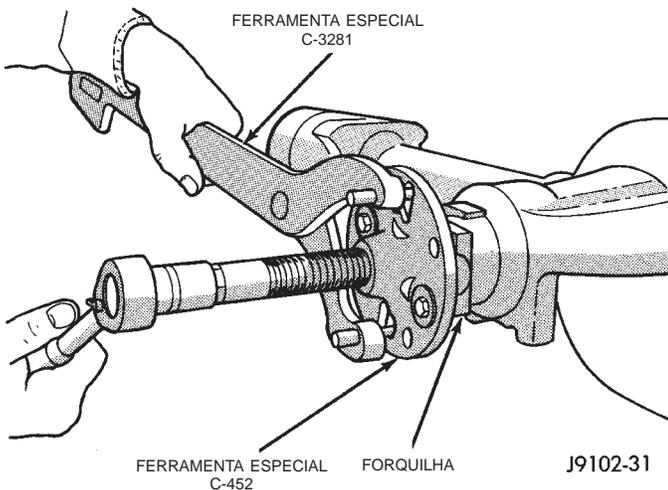

Fig. 10 Remoção da Forquilha do Pinhão
(1) Eleve e apoie o veículo.
(2) Remova a placa deslizante, se equipada.
(3) Marque o eixo propulsor da C/V e os flanges do semi-eixo, para obter referência de alinhamento de instalação.
(4) Remova os parafusos que mantêm os eixos propulsores nos semi-eixos.
(5) Separe os eixos propulsores dos semi-eixos.
(6) Marque a árvore de transmissão e a forquilha do pinhão para usar como referência na instalação.
(7) Remova a árvore de transmissão da forquilha.
(8) Gire a engrenagem do pinhão três ou quatro vezes.
(9) Meça a quantidade de torque necessária para girar a engrenagem do pinhão com um torquímetro tipo mostrador (pol.-lbs.). Registre a leitura do torque, para usar como referência na instalação.
(10) Utilizando um tubo pequeno e o Suporte 6958 para manter a forquilha do pinhão, remova a porca do pinhão e a arruela.
(11) Utilize o Removedor C-452 e a Chave C-3281 para remover a forquilha do pinhão e o protetor da vedação do pinhão (Fig. 10).
(12) Utilizando uma ferramenta adequada como alavanca ou um parafuso montado com martelo corrediço, remova a vedação do pinhão.
(13) Remova o rolamento do pinhão dianteiro utilizando um par de picaretas adequado, para puxar o rolamento em linha reta do eixo da engrenagem do pinhão. Poderá ser necessário bater levemente na
- (2) Remova a placa deslizante, se equipada.
- (3) Marque o eixo propulsor da C/V e os flanges do semi-eixo, para obter referência de alinhamento de instalação.
- (4) Remova os parafusos que mantêm os eixos propulsores nos semi-eixos.
- (5) Separe os eixos propulsores dos semi-eixos.
- (6) Marque a árvore de transmissão e a forquilha do pinhão para usar como referência na instalação.
- (7) Remova a árvore de transmissão da forquilha.
- (8) Gire a engrenagem do pinhão três ou quatro vezes.
- (9) Meça a quantidade de torque necessária para girar a engrenagem do pinhão com um torquímetro tipo mostrador (pol.-lbs.). Registre a leitura do torque, para usar como referência na instalação.
- (10) Remova a montagem do diferencial da carcaça do eixo.
- (11) Utilizando o Suporte 6958 para segurar a forquilha e um tubo de 1 pol. pequeno, remova a porca da forquilha do pinhão e a arruela.
- (12) Utilizando o Removedor C-452 e a Chave C-3281, remova a forquilha do pinhão e o protetor de vedação do pinhão do eixo do pinhão (Fig. 10).